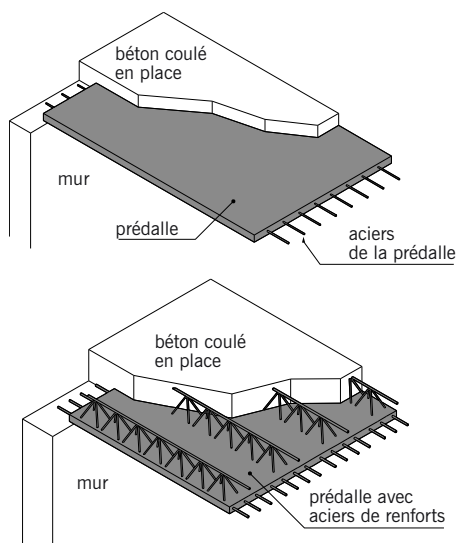

fig. 4.3
■ La **prédalle** (fig. 4.3) : plaque préfabriquée en béton armé ou en béton précontraint de 5-cm d'épaisseur environ, constituant la partie inférieure du plancher. La prédalle participe à la résistance du plancher et fait également office d'élément de coffrage en béton.